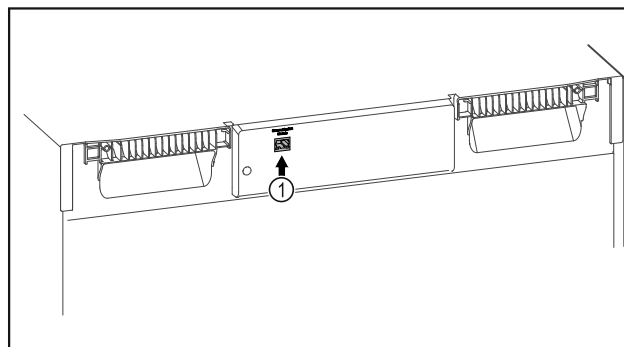

Fig. 102
- Założono SmartModule Fig. 102 (1).